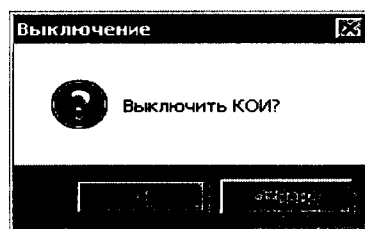

Рисунок 17 - Окно «Выключение»
4.4.31 Для выхода из приложения, нажать на кнопку «Да», после чего появится окно «Выключение» с надписью «Выключить КОИ?» (Рисунок 17).